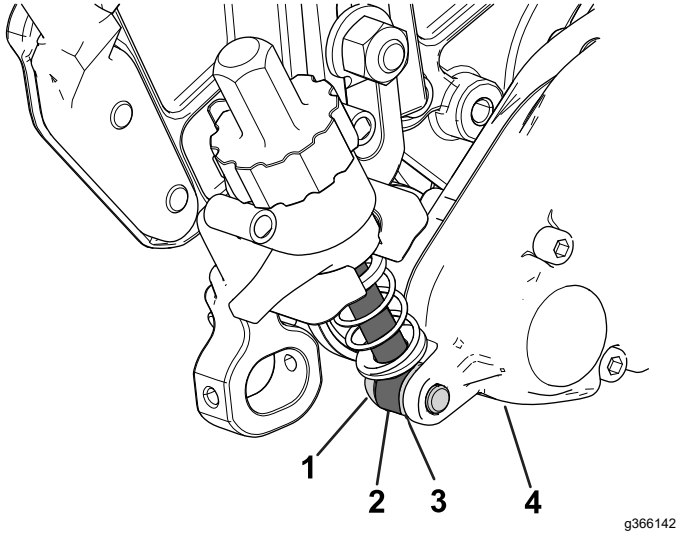

Figure 12
3. Sur le côté du boîtier d'entraînement du groomer, placez la tige du bras de réglage du support de hauteur de coupe à l'intérieur du boîtier d'entraînement et fixez-la avec un boulon à épaulement et une rondelle en acier trempé, comme montré à la Figure 12 ; serrez le boulon à épaulement à un couple de 16 à 22 Nm.